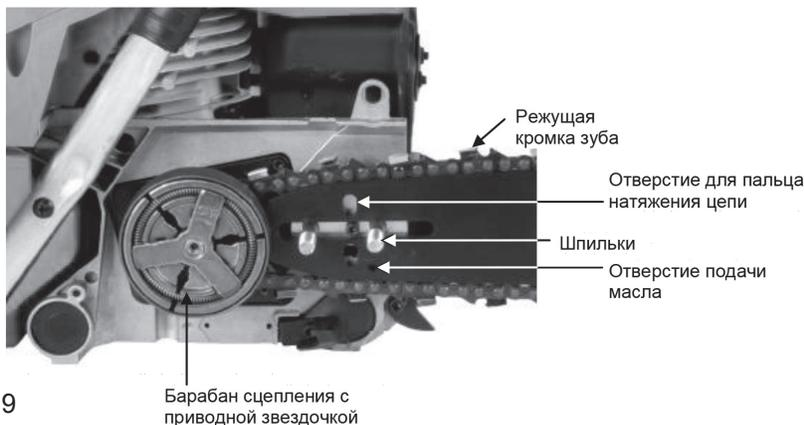

Рис. 19
4. Установите шину на шпильки (рис. 19)
5. Наденьте цепь на приводную звездочку (рис. 19), затем наденьте цепь на шину таким образом, чтобы зубья цепи были направлены режущими кромками по ходу движения цепи (по часовой стрелке).